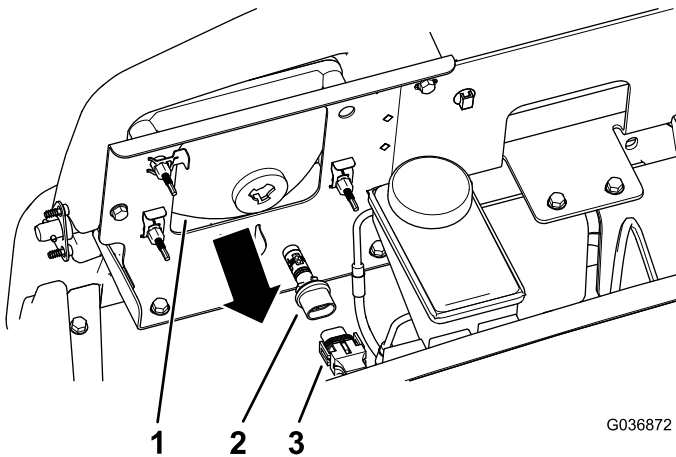

Figura 51
3. Scollegate il connettore elettrico del cablaggio dal connettore del gruppo luci sul retro del vano del faro (Figura 51).
4. Ruotate il gruppo luci di $\frac{1}{4}$ giro in senso antiorario spostandolo indietro, fuori dalla sede del vano del faro (Figura 51).
5. Inserite il nuovo gruppo luci e il vano del faro e allineate le linguette nel gruppo luci alle fessure nel vano del faro (Figura 51).
6. Fissate il gruppo luci ruotandolo di $\frac{1}{4}$ di giro in senso orario (Figura 51).
7. Collegate il connettore elettrico del cablaggio al connettore del nuovo gruppo luci (Figura 51).